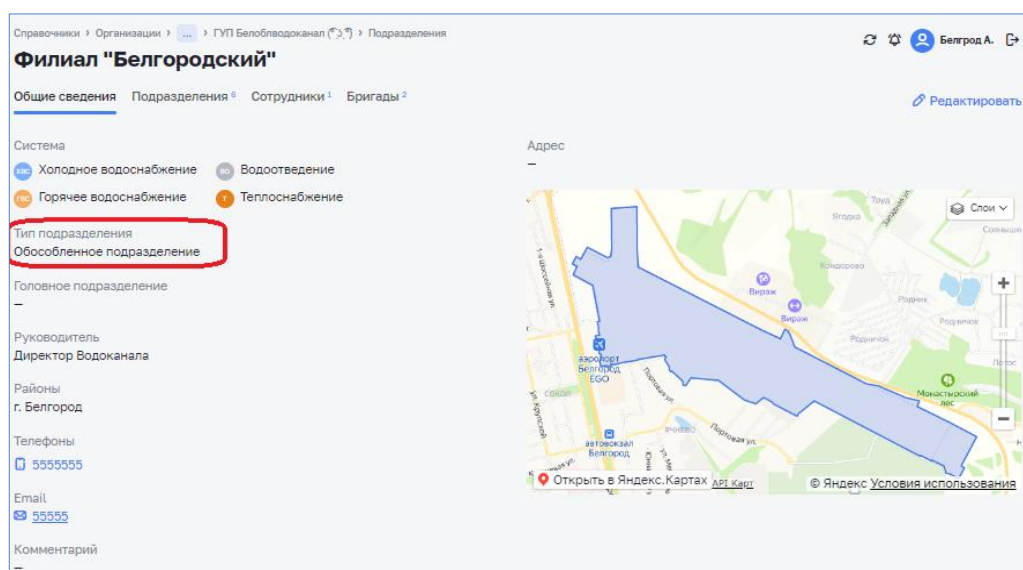

Рисунок 19 – Карточка филиала
- Тип подразделения – «Структурное» или «Обособленное» для филиалов (Рисунок 19);